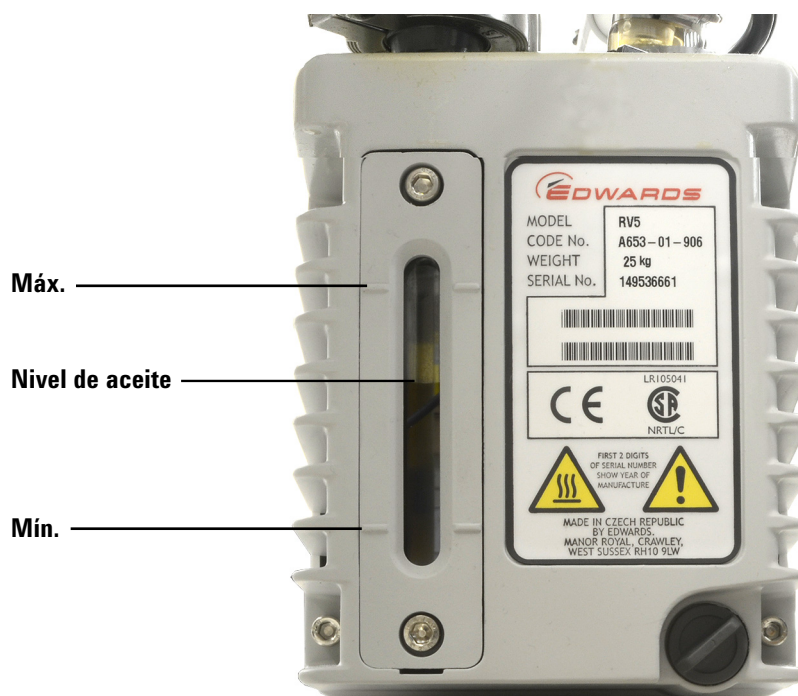

Figura 12 Comprobación del nivel de aceite
- 4 Añada aceite nuevo a la bomba hasta que se acerque al nivel de aceite, pero no sobrepase la marca al lado de la ventana que indica el nivel máximo. Consulte Figura 12 en la página 77.
- 6 Añada aceite nuevo a la bomba hasta que se acerque al nivel de aceite, pero no sobrepase la marca al lado de la ventana que indica el nivel máximo. Consulte Figura 12 en la página 77.